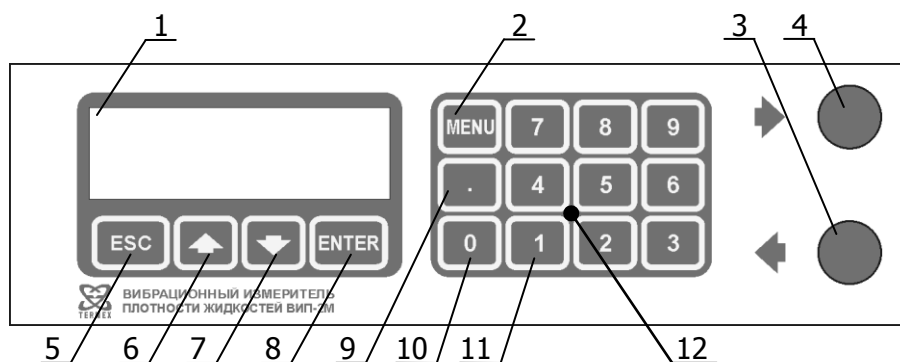

Рисунок 2 — Лицевая панель плотномера
1.5.2 На лицевой панели плотномера расположены (рисунок 2):